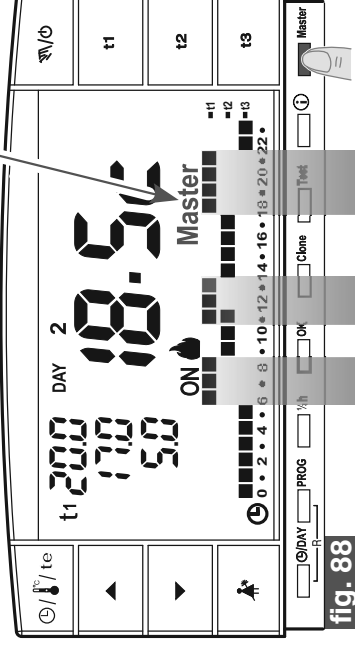

fig. 88
- nei periodi dove il programma (profilo) presenta il livello di temperatura **comfort (t1)** la termoregolazione non viene più gestita dal **Master** (che continua a gestire la sua zona di abbinamento) ma dai trasmettitori abbinati alle singole zone. Sul display resta comunque presente la scritta **Master** (fig. 88).